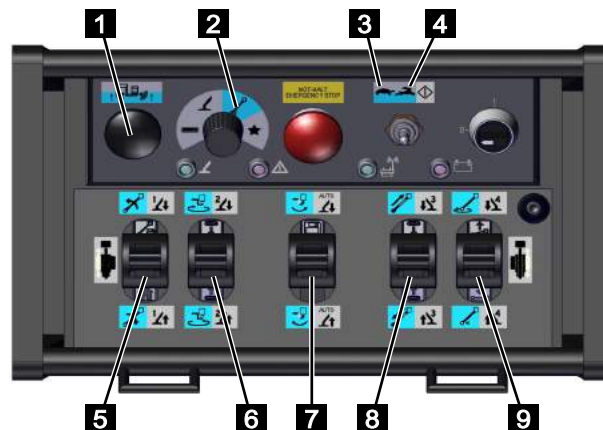

Fig. 139
5. Mettre le sélecteur de fonction de la commande sur [Fonctions de la plateforme] (bleu) (Fig.139/2).
6. Avec le sélecteur du mode de service sur la commande, sélectionner la [Vitesse lente] (Fig.139/3) ou la [Vitesse rapide] (Fig.139/4).
7. Dans certaines zones, il est nécessaire d'actionner le bouton « collision ». Pour cela, le bouton « collision » (Fig.139/1) doit être actionné en même temps que le levier de commande souhaité.
8. Manipuler la plateforme avec les leviers de commande (Fig.139/5,6,7,8 et 9) conformément au tableau suivant.